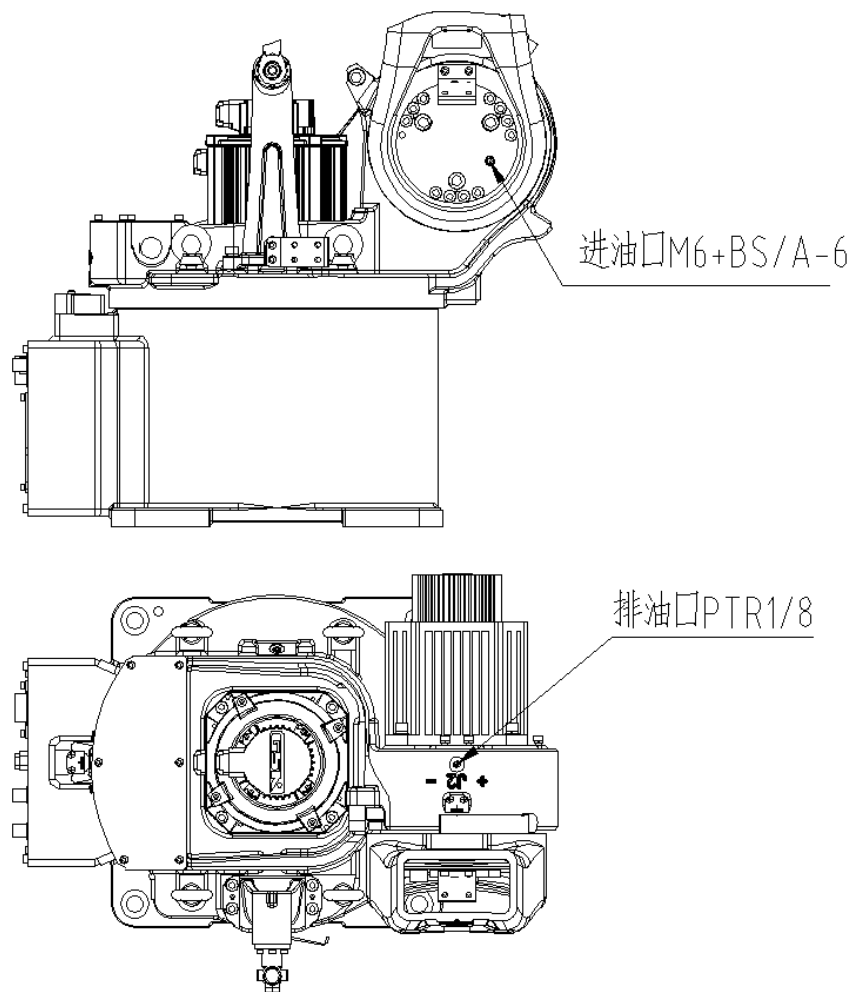

图 12 J2 轴减速机局部结构
(1) 油脂补充步骤（参考图 12）
（2）油脂更换步骤（参考图 12）